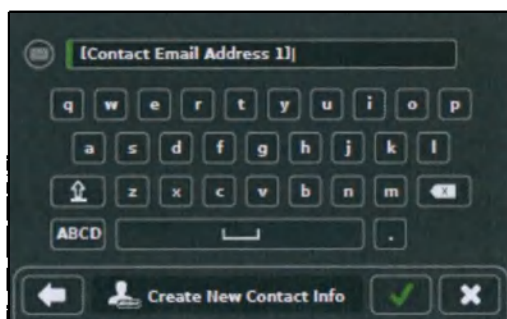

Рисунок 33 — Ввод электронного адреса для КОНТАКТНОЙ ИНФОРМАЦИИ
6. С помощью клавиатуры введите электронный адрес и нажмите кнопку ПОДТВЕРДИТЬ, чтобы сохранить выбор и выйти из экрана. Коснитесь кнопки «ОТМЕНА» для отмены запроса (рисунок 33).